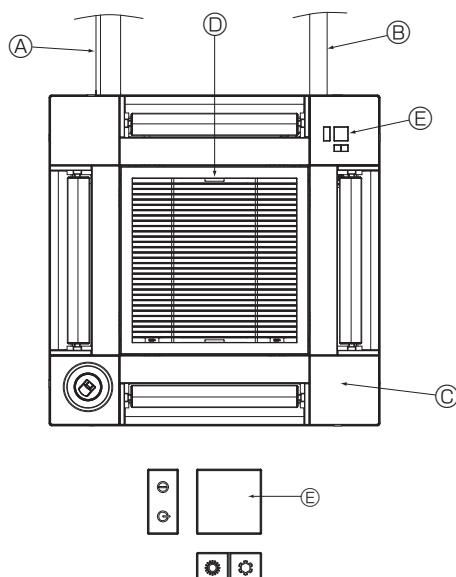

Fig. 5-18
5.5. Installieren des Ansauggitters (Fig. 5-18)